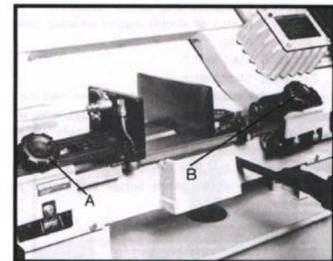

Fig. 8
2. Desserrez le bouton (A. Fig. 8) et le boulon (B).